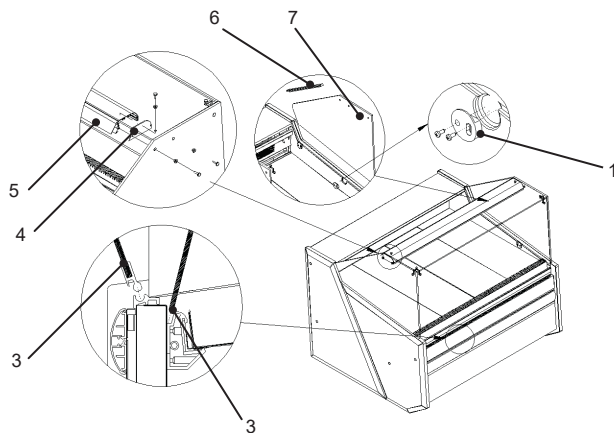

Рис. 4 Установка стеклянных элементов и алюминиевой лампы
- Оборудование установить на ровном и достаточно твердом основании, а затем выровнять при помощи ножек. В случае передвижных устройств следует применять блокировку колес с целью предотвращения их перемещения во время эксплуатации Рис.4 (стр.47)
1. Установить экспозиционные полки или ванны для рыбы, опирая их на алюминиевых уголках. Установить стеклянные боковые части Рис. 4 (стр.47).
3. Установить алюминиевую лампу (вместе с освещением) на стеклянных боковых частях Рис. 4 (стр.47).